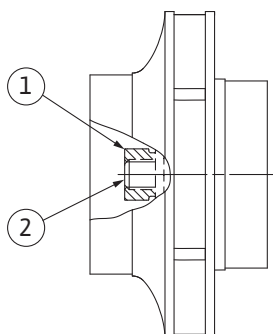

Fig. 107: Töörattamuttri korrektne asend pärast paigaldamist
8. Hoidke võlli otsvõtmega (suurus 22 mm) kinni ja keerake tööratamutter ettenähtud pingutusmomendiga (vaadake tabelit „Pingutusmomendid“ [► 28]) kinni. Mutter (Fig. 107, pos 1) peab olema täpsusega $\pm 0,5$ mm võlli otsaga (Fig. 107, pos 2) samas tasapinnas. Kui see nii pole, keerake mutter lahti ja korrake tegevussamme 4–8.
9. Eemaldage harkvõti ja paigaldage uuesti kaitseplekk (Fig. I, pos. 27).